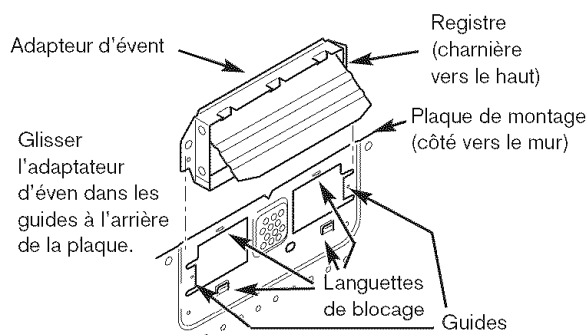

Figure 29
- Guider soigneusement l'adaptateur d'évent (maintenant fixé sur la plaque de montage) dans le conduit de la maison avant d'utiliser les vis pour fixer la plaque au mur. Ceci assurera un alignement adéquat pour l'installation. Figure 29.